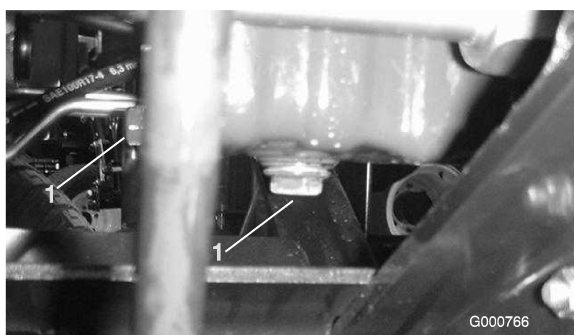

Figure 42
1. Retirez le bouchon de vidange (Figure 42) et laissez couler l'huile dans un bac de vidange. Remettez le bouchon en place quand toute l'huile s'est écoulée.